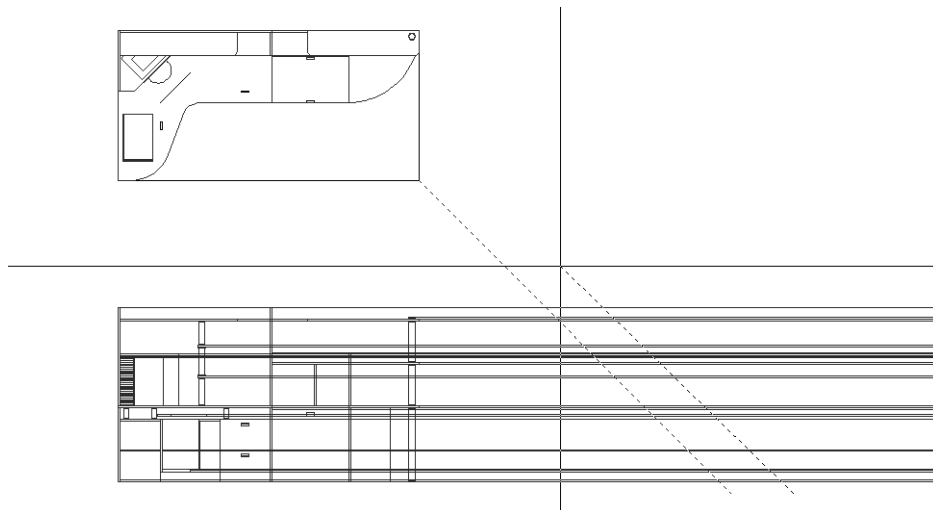

Рис. 8.37 ▼ Выбор линий, подлежащий обрезке, с помощью пересекающей линии
11. Проверьте, отключен ли режим **ОРТО** (ORTHO), а затем введите в командном окне **Пересечение** (FENCE) или просто **пер** (F). Щелкните на кнопке  **Ничего** (Snap to None) панели инструментов **Объектная привязка** (Object Snap) и выберите точку, которая находится ниже и правее линии нулевой высоты справа от вспомогательной диагональной линии. Щелкните на кнопке **Ничего** (Snap to None) еще раз, после чего переместите указатель вверх и влево так, чтобы появившаяся штриховая линия (это и есть пересекающая линия), была расположена правее и приблизительно параллельно вспомогательной диагональной линии. Кроме того, нужно, чтобы пересекающая линия прошла через все горизонтальные линии высот (рис. 8.37). Как только все эти условия будут соблюдены, щелкните левой кнопкой.